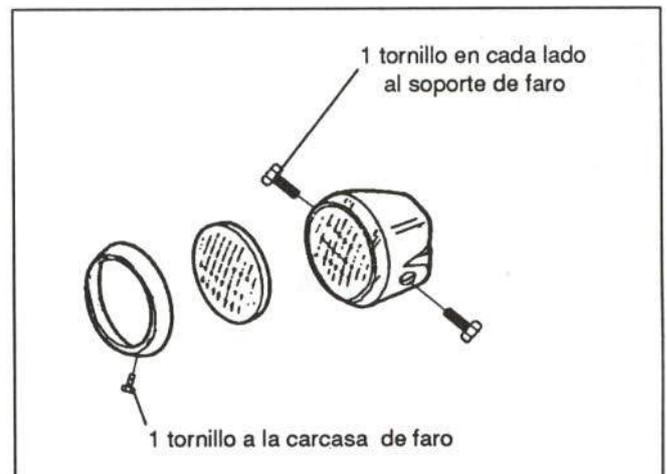

Figura 23.- Fijación del faro
- En la figura 23 se muestra su fijación.